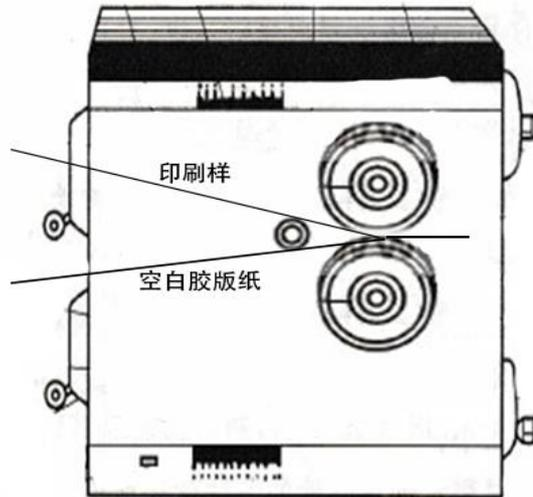

图3 自动固着测试仪
5.1.2.4.2 自动固着测试仪：辊间压力可以在 $0 \text{ MPa} \sim 1.5 \text{ MPa}$ 间调节，压合时间可以在 $0 \text{ s} \sim 99 \text{ min}$ 之间调节。（见图 3）
- 5.1.2.5.2.3 制样后立即将制得的样品及一张事先准备好的空白胶版纸上下相对放入自动固着测试仪（见图3）。调好合适的压力、压印时间及压印间隔时间。合压打第一个点后，在压力释放的情况下，纸张向前走一定距离。之后每隔设定的时间间隔，自动压印一次。